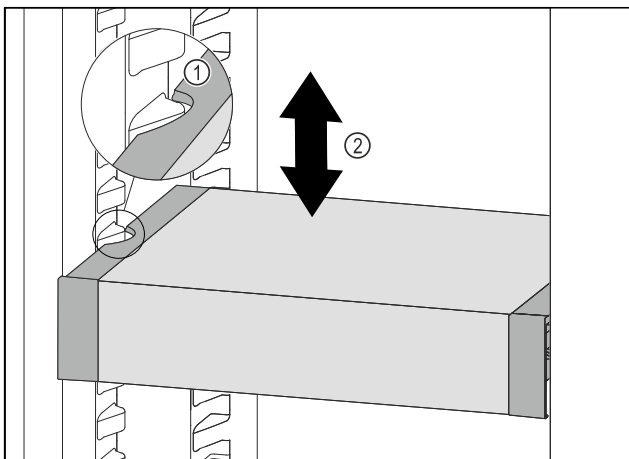

Fig. 100
- ▶ VarioSafe nach vorne ziehen, bis sich die seitlichen Aussparungen des VarioSafes auf Höhe der Behälterrippe im Kühlteil befinden. Fig. 100 (1)
- ▶ VarioSafe im Kühlteil nach oben oder unten bewegen, bis gewünschte Höhe erreicht ist. Fig. 100 (2)